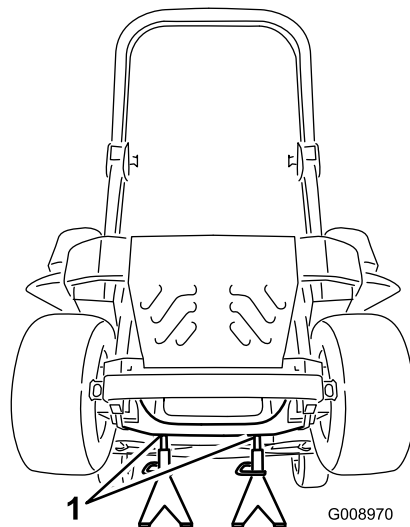

Figura 102
3. Levante la máquina y apóyela sobre gatos fijos (Figura 102).
9. Retire los gatos fijos y baje la máquina (Figura 102).